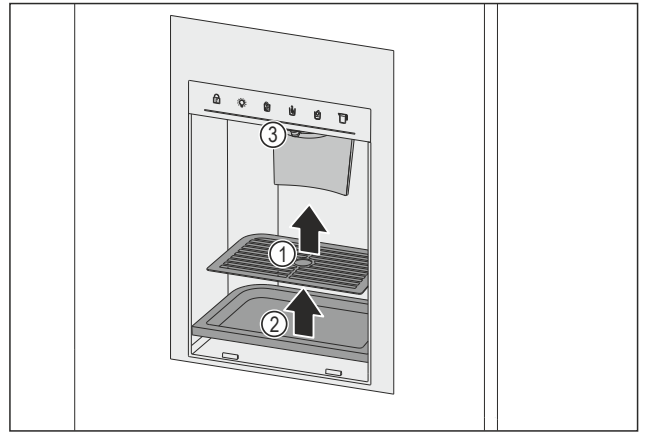

Fig. 158 Entnahme Tropfgitter und Tropfschale
- ▶ Tropfgitter Fig. 158 (1) entnehmen.
- ▶ Tropfschale Fig. 158 (2) entnehmen.
- ▶ Auslass Fig. 158 (3) und Umgebung mit einem weichen, sauberen Tuch, lauwarmem Wasser und etwas Spülmittel reinigen.